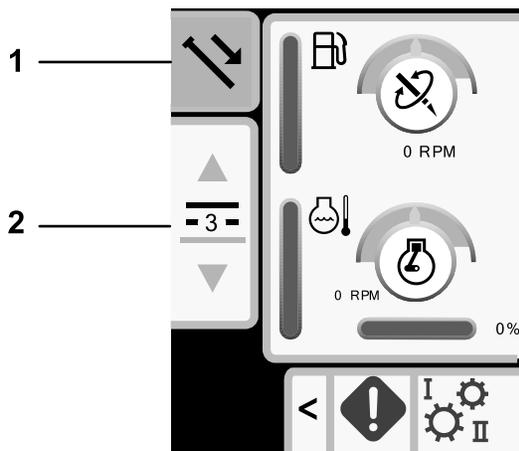

Bild 28
1. Drücken Sie die Taste 1, um Rohrschieben (Bild 28) auszuwählen.
2. Drücken Sie die Tasten 2 und 3, um die Reihe auszuwählen, von der Sie das Rohr holen möchten (Bild 28).